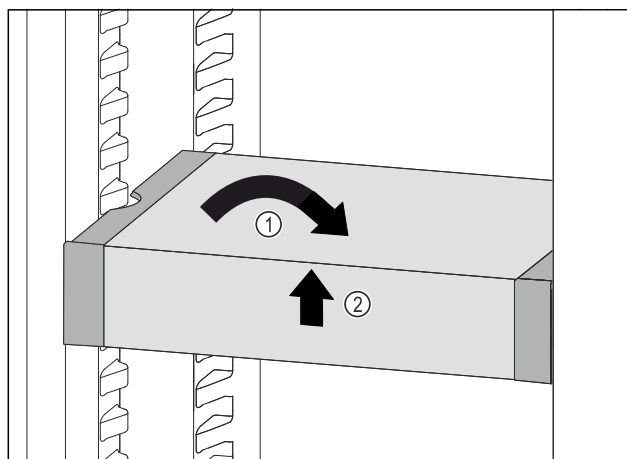

Fig. 134
- ▶ Ispravite VarioSafe. Fig. 134 (1)
- ▶ Podignite sprijeda VarioSafe. Fig. 134 (2)